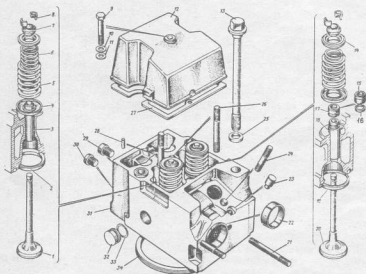

Рис. 4. Головка цилиндра с клапанами:
10. Снять уплотнительную манжету 15 (Рис. 4) впускного клапана в сборе с кольцом 16 манжеты с направляющей втулки 18 впускного клапана. (Отвертка 10,0 мм).
31. Смазать стержни клапанов 1 и 20 (Рис. 4) рабочие поверхности направляющей втулки 18 клапанов чистым моторным маслом. Применять масло М10Г₂К ГОСТ 8581-78. (Емкость, кисть).